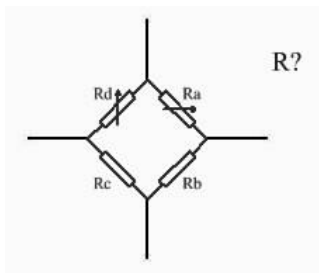

图 2-31 放置的“Res Bridge”元件
(3)双击“Component Name”中的“Res Bridge”,此时屏幕上会出现一个随鼠标指针移动的可调电桥元件图形,将其移动到适当的位置后单击使其定位,如图 2-31 所示。